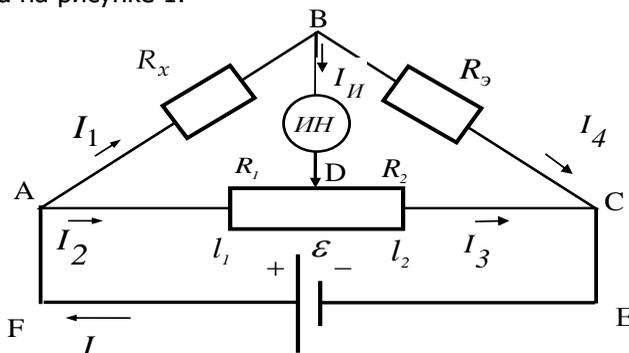

Рисунок 1. Схема моста Уитстона
1. Собрать цепь по схеме, изображенной на рис. 1, подсоединив неизвестное сопротивление R_{x1} в плечо AB , а эталонное сопротивление $R_э$ (магазин сопротивлений) – в плечо BC .